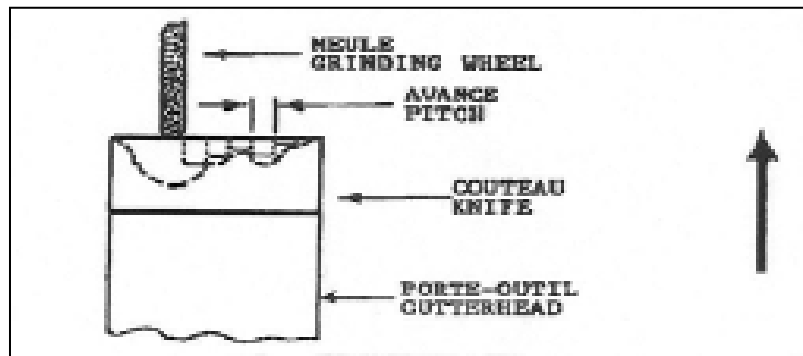

Figure 12
1. Prendre une coupe de la largeur de la meule dans le sens de la meule pour éviter d'exercer une force sur le côté de la meule (Voir Figure 12);